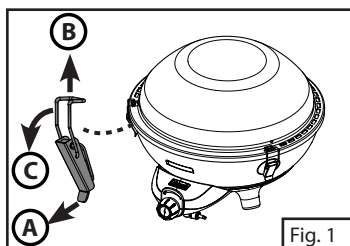

Fig. 1
2. Déverrouillez les attaches en suivant les étapes dans l'ordre A, B, C, puis retirez le wok accessoire (Fig. 1).